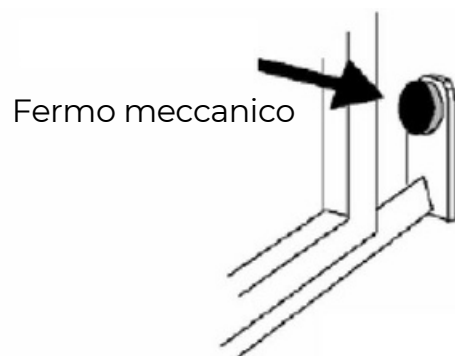
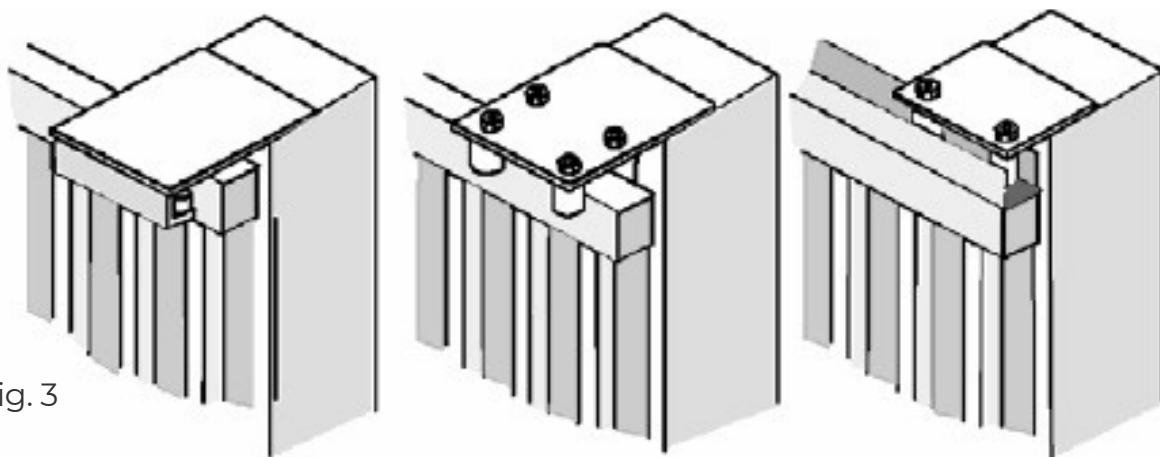

Fig. 2
Fig. 3
- Prima di procedere al montaggio dell'automatismo, si verifichi che il cancello sia perfettamente funzionante, inoltre, è opportuno verificare che la guida di scorrimento a terra (V. Fig. 1) non presenti malformazioni, che sia perfettamente a livello e che sia presente il fermo meccanico in apertura (V. Fig. 2) al fine di evitare che il cancello esca fuori dalle guide superiori (V. Fig. 3)
- Verificare la guida di scorrimento superiore (V. Fig. 3) che sia ben salda e il cancello vi scorra liberamente.
Fissare la cremagliera sul cancello in modo saldo prevedendo una distanza da 2 a 3 mm dal pignone del motore (Fig.3).